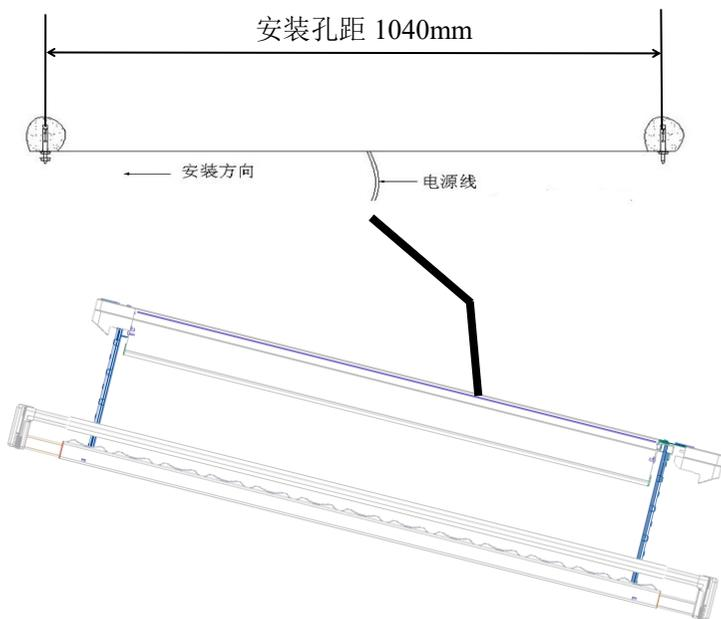

图 6
- 5、小心托起整机，将主机一端插在两个膨胀螺丝的垫片上，接着托起另一端把垫片及螺母装上锁紧，然后，再把第一端的螺母拧紧，如图 6 所示，6 图仅供参考。（注意请勿大力摇动剪刀架，避免其与主机有刮碰）